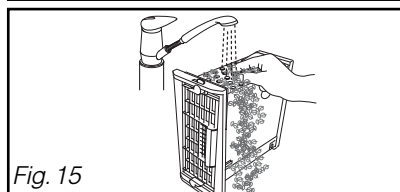

Fig. 15
- Nettoyez-le uniquement avec de l'eau sous le robinet (Fig. 15).